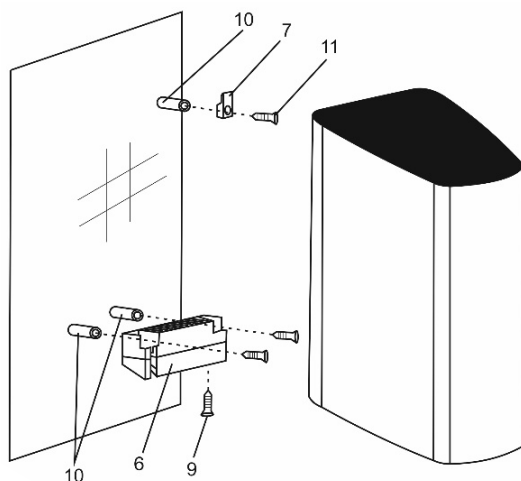

Fig. 4
- (Fig. 4) Inserire i perni (10) negli appositi fori e fissare il gancio (7) e il supporto inferiore (6) alla parete.